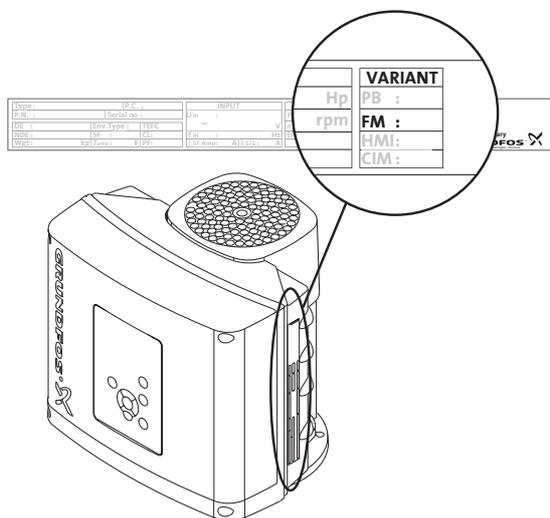

Рис. 102 Идентификация функционального модуля
Количество клемм зависит от функционального модуля (FM). Установленный модуль можно идентифицировать по фирменной табличке электродвигателя. См. рис. 102.